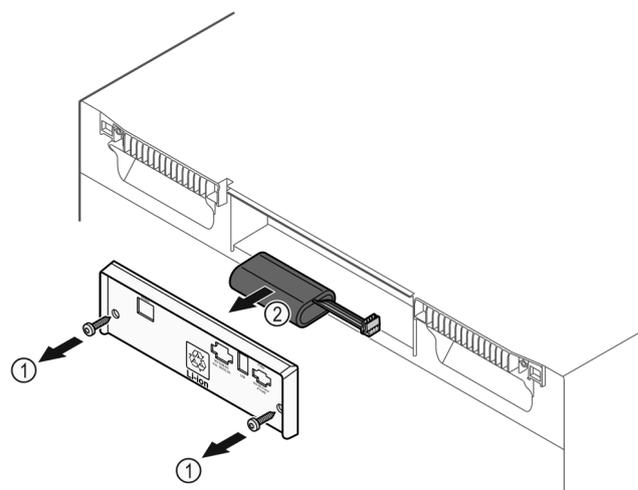

Fig. 173
uSchrauben herausdrehen und Abdeckung auf der Rückseite des Gerätes entfernen Fig. 173 (1).
uBatterie abstecken und herausnehmen Fig. 173 (2).